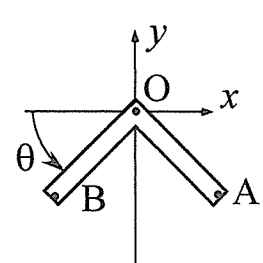

図 2-4
- (c) 図2-3の状態から図2-4の状態へのポテンシャルエネルギーの変化量を示せ。
- (d) 図2-4で、 $\theta = 45^\circ$ のときの、剛体棒の角速度を示せ。ここで、折れ曲がった剛体棒の点Oを通る軸に関する慣性モーメントは、 $2mL^2/3$ である。